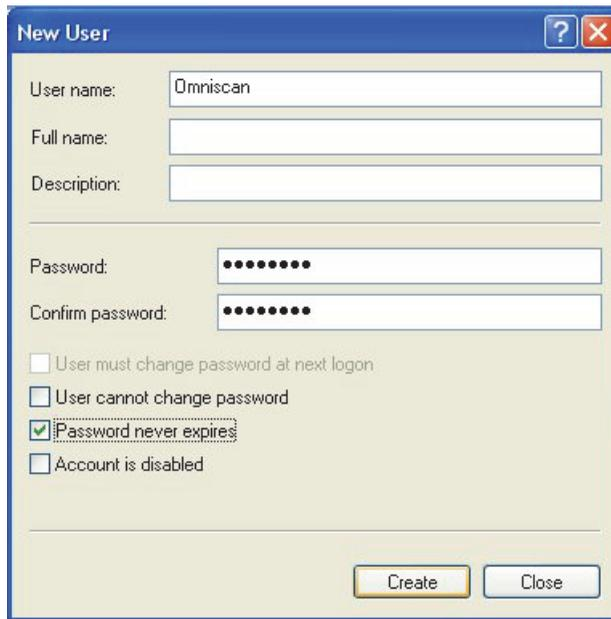

Figure 7-12 Boîte de dialogue New User (Windows XP)
5. Dans la zone de texte **User name** (Nom de l'utilisateur) de la boîte de dialogue **New User** (Nouvel utilisateur), entrez **OmniScan**, en respectant la casse (voir la Figure 7-12 à la page 224).